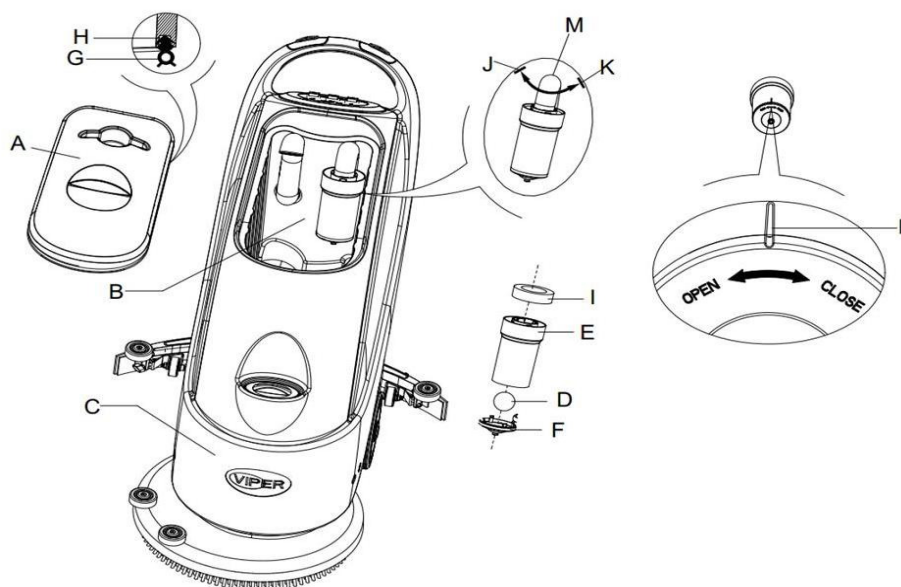

Figure 11
2. Appuyez sur l'interrupteur d'alimentation (38) sur la position "O" pour éteindre la machine.
3. Ouvrez le couvercle du réservoir de récupération (A, **Figure 11**) et retirez le dispositif de flotteur (36) du réservoir de récupération.
4. Utilisez de l'eau propre pour nettoyer le couvercle du réservoir de récupération (A), le réservoir (B et C) et le cadre de support du filtre à flotteur (E). À l'aide du flexible de vidange (15), vidangez toute l'eau du réservoir d'eau sale.
5. Si nécessaire, en suivant les symboles "Ouvrir" et "Fermer" comme indiqué sur la **Figure 11**, ouvrez le couvercle du fond (F) du filtre à flotteur et nettoyez le flotteur (D), le cadre de support du filtre à flotteur (E) et le filtre éponge (I). Après le nettoyage, fixez le flotteur sur le cadre de support du filtre à flotteur (E) puis alignez la rainure de marquage (L) du couvercle du fond (F) du filtre à flotteur avec la rainure de marquage (L) du cadre de support du filtre à flotteur (E). Serrez le couvercle du fond (F) du filtre à flotteur en le tournant et fixez le filtre éponge (I) sur le cadre de support du filtre à flotteur (E) puis sur le tube d'aspiration (M).
6. Vérifiez la solidité de la bague d'étanchéité (G) du couvercle du réservoir d'eau.
Si nécessaire, la bande d'étanchéité du réservoir d'eau (G) peut être retirée de la rainure (H) et remplacée. Lors de l'assemblage d'une nouvelle bande d'étanchéité sur le réservoir d'eau, sache comme indiqué sur la **Figure 11** ci-dessous, installez le raccord sur la section médiane de la partie arrière.
7. Vérifiez si la surface de réception de la bande d'étanchéité (G) est intacte et isole correctement.
8. Fermez le couvercle du réservoir de récupération (A).